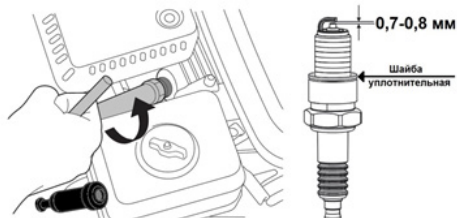

Рис. 29 Обслуживание свечи зажигания
1. Снимите со свечи зажигания колпачок и удалите грязь вокруг свечи зажигания (Рис. 29).
4. Измерьте зазор между электродами свечи зажигания специальным щупом. Зазор должен быть 0,7-0,8 мм (Рис. 29). При увеличении, или уменьшении требуемого зазора, рекомендуется заменить свечу, так как регулировка зазора может привести к изменению качества искрообразования.